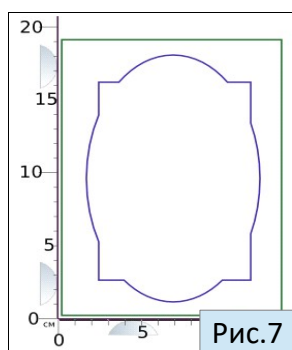

Рис.7
- Теперь приступим к обрезке. Выберите слой "**Обрезка**" ⑦ в "палитре слоёв" или поле "текущий слой". Рис.6, Рис.7.